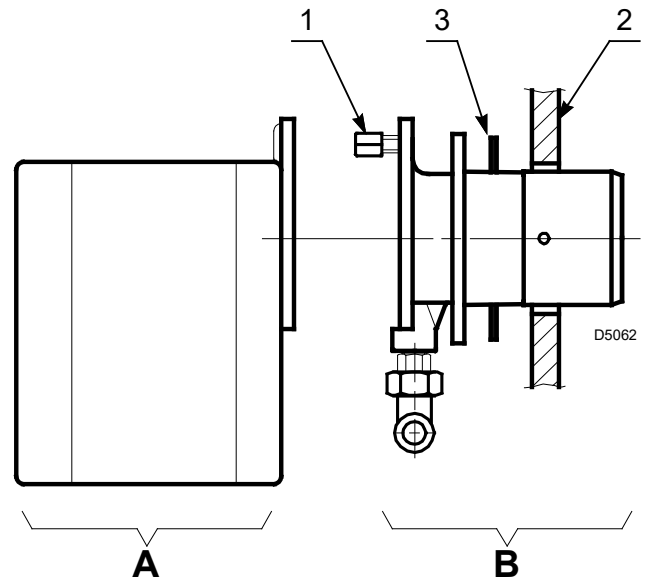

Abb. 8
- Den Flammkopf vom Brenner ausbauen, dazu die Mutter 1) abnehmen und die Gruppe A)(Abb. 8) herausziehen.
- Die Gruppe B)(Abb. 8) an die Heizkesselplatte 2) befestigen und die beiliegende Isolierdichtung 3) einfügen.